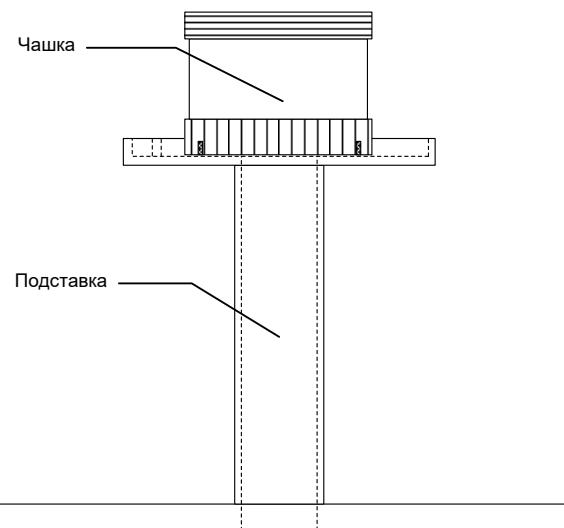
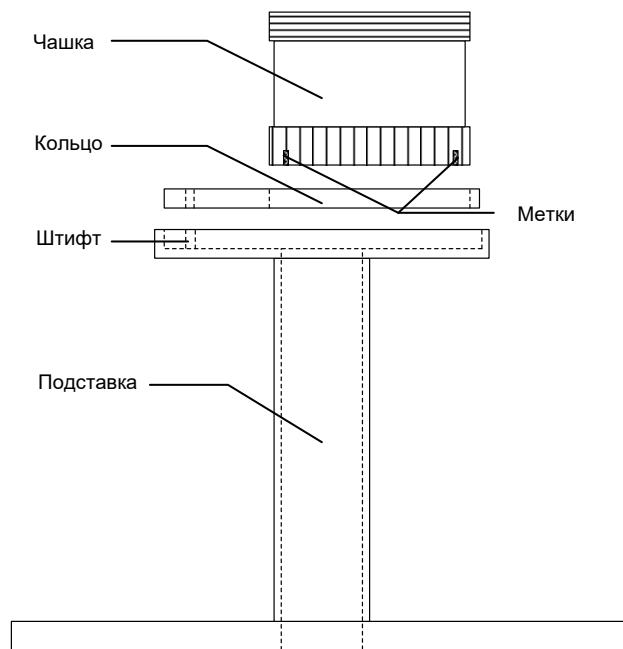

Рисунок 5 - Порядок установки пробы для образца с пенетрацией более 97 единиц
Рисунок 6 - Порядок установки пробы для образца с пенетрацией менее 97 единиц
- 4.3.5 Установить на стол подставку (см. рисунок 5). Если испытуемый образец имеет пенетрацию более 97 единиц, чашку с пробой устанавливают по центру подставки (см. рисунок 5). Для испытания образцов, имеющих пенетрацию менее 97 единиц необходимо установить кольцо с риской, позволяющее ориентировать чашку с пробой с некоторым смещением относительно центра стола. Включить осветитель с помощью клавиши «Подсветка», и с помощью клавиш управления подъемом стола (см. рисунок 6). На чашке нанесены метки через 120°. Совместив риску на кольце с меткой на чашке, можно определить пенетрацию с одной пробой три раза.